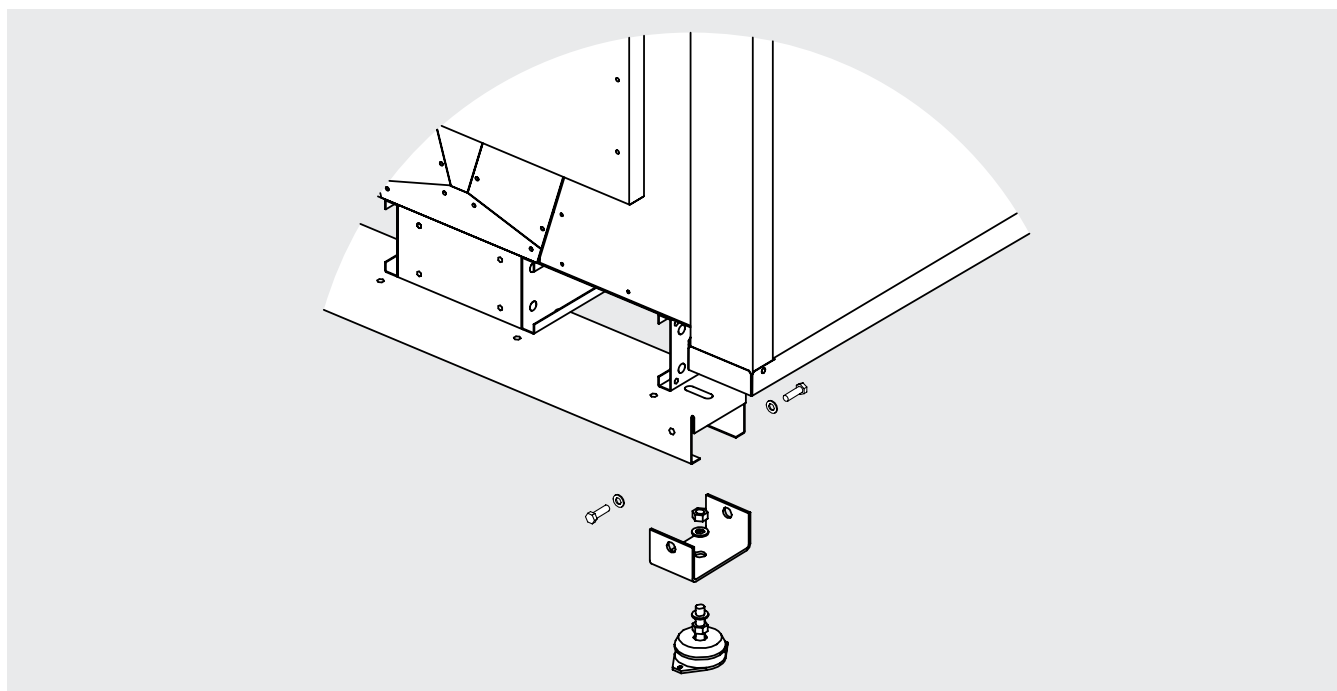

Figure 8
- 6.5 Le modèle doit être solidement fixé à la base d'appui; pour prévenir la transmission du bruit, utiliser tous les points de fixation. Utiliser éventuellement des amortisseurs, voir la Figure 8.